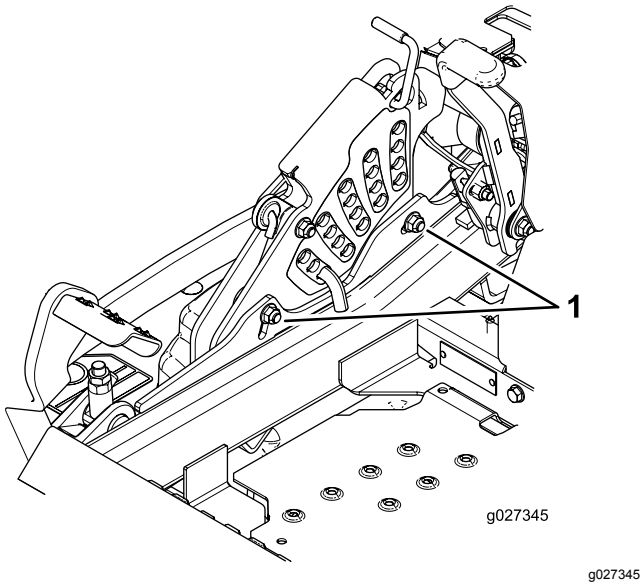

**Figura 87**
- Si es necesario, afloje la tuerca "whizlock" del lateral de la horquilla y la contratuerca de la parte superior. Gire el tornillo de ajuste hasta obtener una altura de 7.6 mm (3") (ver (Figura 87)).
16. Gire el tornillo de ajuste hasta obtener una altura de 8.3 cm (3 1/4") (Figura 87).